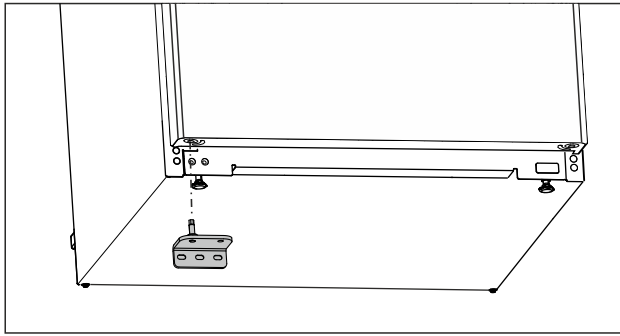

Fig. 25
- ▶ Inserire il blocco inferiore di supporto sul lato opposto. (vedere Fig. 25)